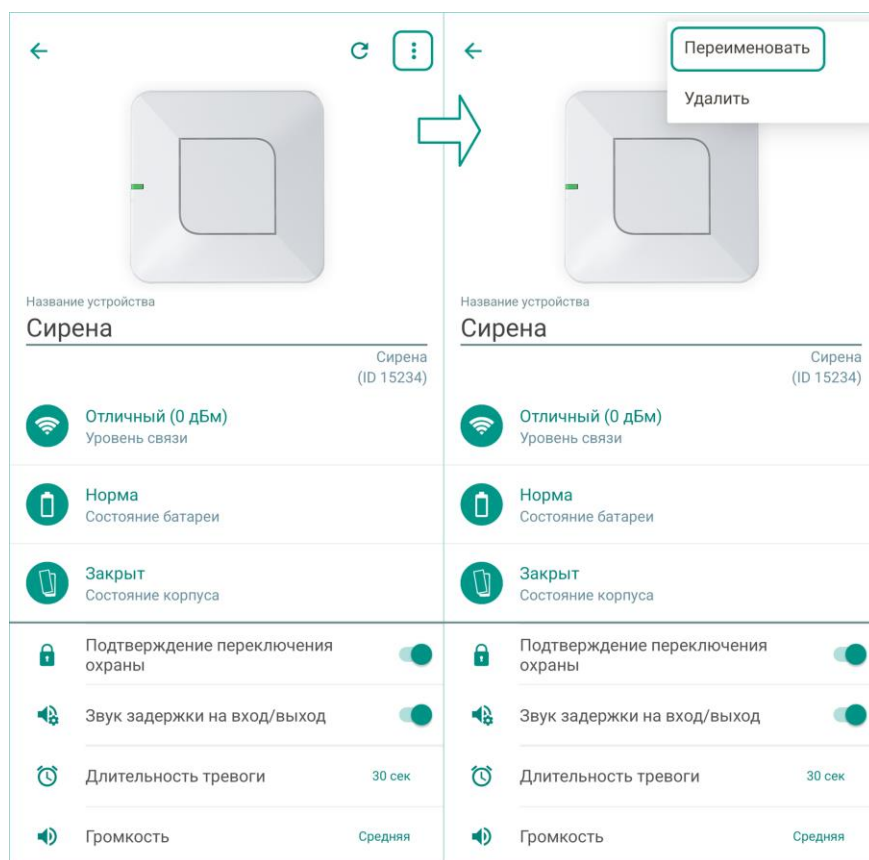

Рисунок 11.2 — Вызов меню на экране настройки радиоустройства
1. Откройте экран настройки радиоустройства в приложении (см. рисунок 11.2).